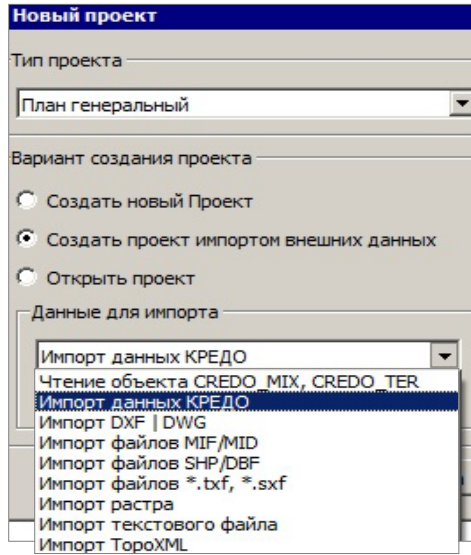

Рис. 3.10
При этом можно создать пустой проект, открыть ранее созданный проект из числа проектов НП плана или загрузить какие-либо данные из других систем, т.е. выбрать вариант создания проекта **Создать проект импортом внешних данных**, а из выпадающего списка выбрать необходимый тип данных (рис. 3.10).
2. Из списка данных для импорта выберите строку **Импорт данных КРЕДО** (рис. 3.10).